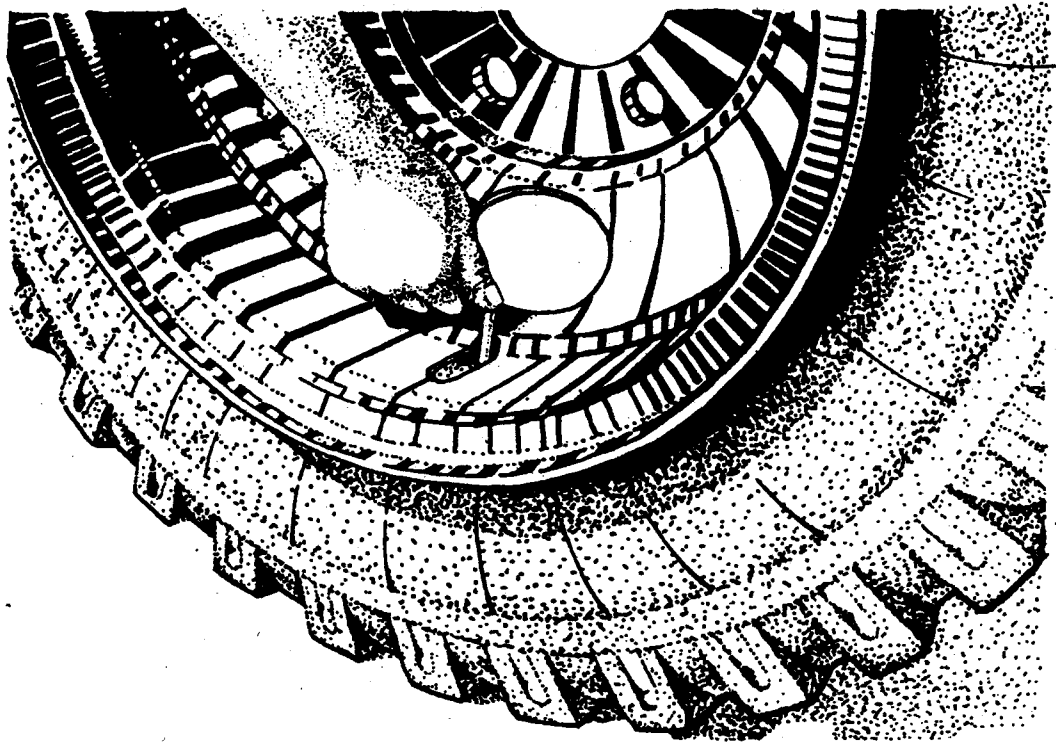

Рис. 75. Снятие шины с колеса
9. Поставить колесо вертикально (рис. 75), вынуть обод из шины до упора вентильного паза в вентиль камеры и, утопив вентиль в пазу, снять шину с колеса.